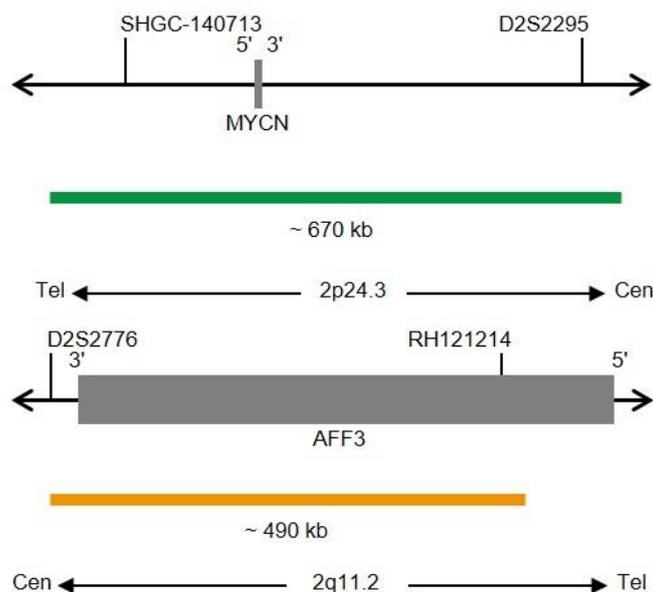

Fig. 1: Carte de la sonde SPEC MYCN, Carte de la sonde SPEC 2q11 (pas à l'échelle)
- Polynucléotides marqués au ZyGreen (excitation 503 nm/émission 528 nm) (~10.0 ng/ μ l), qui ciblent une séquence de 2p24.3* (chr2:15,846,046-16,517,671) hébergeant la région génétique MYCN (voir figure 1).
- Polynucléotides marqués au ZyOrange (excitation 547 nm/émission 572 nm) (~4.5 ng/ μ l), qui ciblent une séquence de 2q11.2* (chr2:100,132,806-100,621,725) (voir figure 1).